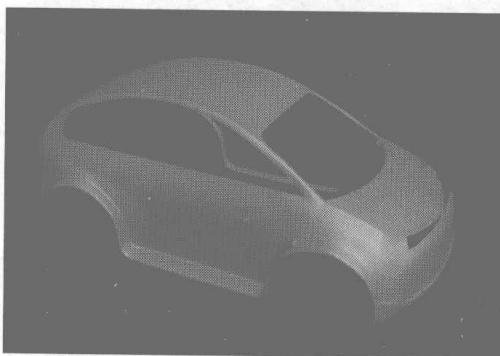

图 7.122
- 18 按快捷键 Ctrl+Q，将模型平滑显示，然后按 F9 键，将模型渲染，渲染效果如图 7.122 所示。